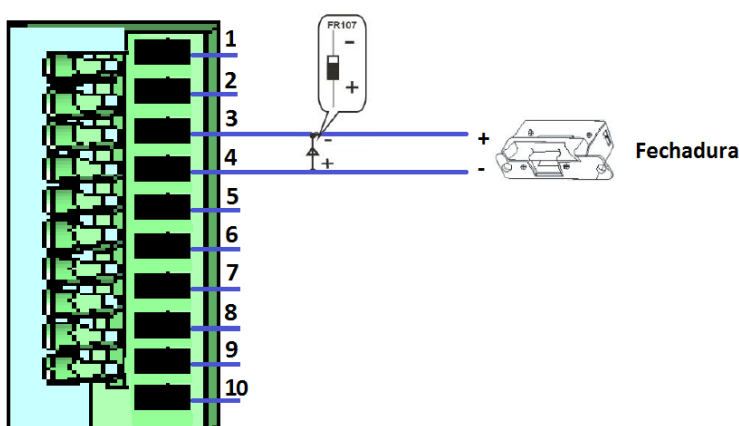

Figura 6
Caso a fechadura seja do tipo de alimentação contínua (DC), recomenda-se a utilização de um diodo *FR107* (incluso) para evitar danos ao sistema. Para este caso, siga o esquema da **Figura 6**.